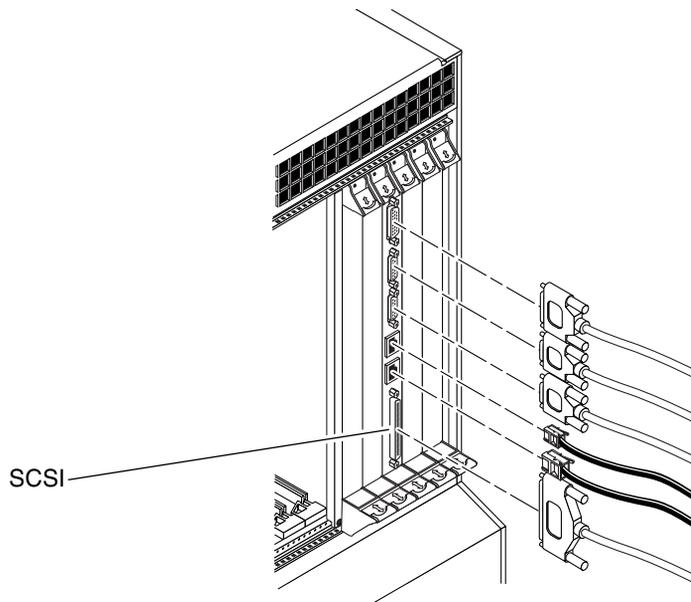

**ABBILDUNG 5-43** Lage der SCSI-Schnittstelle der CPU-RTC (Netra ct 400 Server)
- Haben Sie ein Netra ct 400 Server-Modell mit Zugang von der Vorderseite, befindet sich die SCSI-Schnittstelle auf der CPU-FTC, die links neben der Stromversorgungseinheit installiert ist (ABBILDUNG 5-43).
- Wenn Sie ein externes SCSI-Gerät an die CPU-FTC im Netra ct 400 Server bzw. an die CPU-RTC beider Netra ct Server anschließen, ist das VHDC-Ende des VHDC-zu-SCSI-3-Adapterkabels an die SCSI-Schnittstelle der TC anzuschließen (siehe ABBILDUNG 5-43, ABBILDUNG 5-44 bzw. ABBILDUNG 5-45).